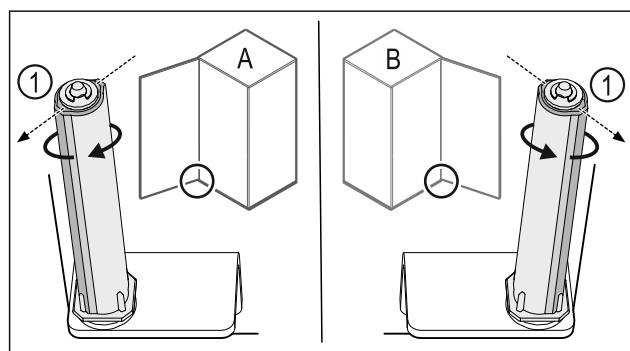

Fig. 37 Bal oldali ütköző (A) / Jobb oldali ütköző (B)
- Forgassa el a zárrendszert az ellenállással szemben, amíg a zárrendszer Fig. 37 (1) támasztója kifelé nem mutat.